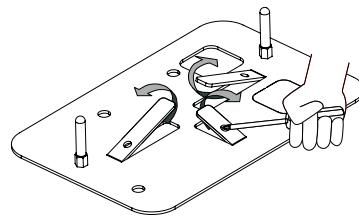

Fig. 4C
- 3) Dégager les pattes d'ancre à l'aide d'un tournevis (Fig. 4C).